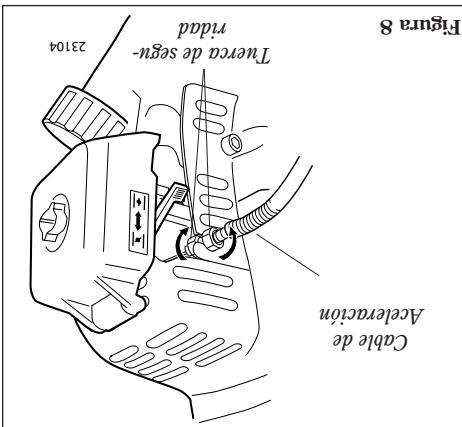

Figura 8
2. Afloje las tuercas trabadores. Consulte la figura 8.